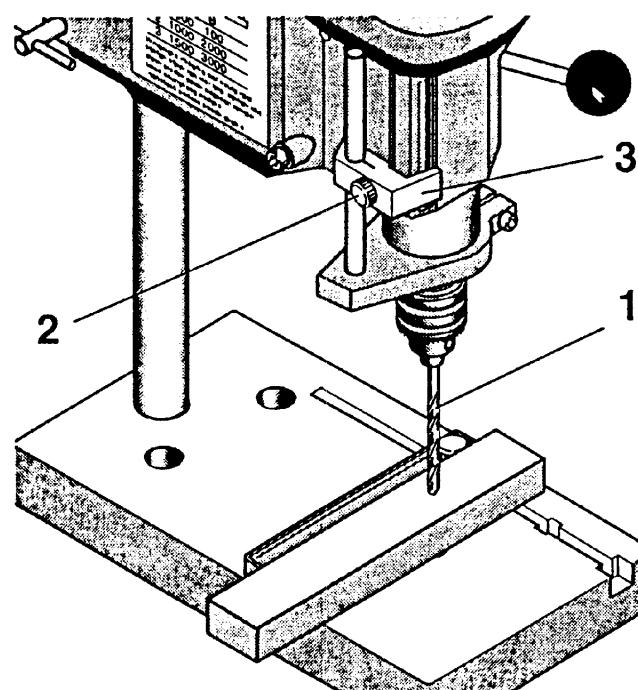

Fig. 11
1. Mit dem Bohrhebel die Pinole so weit absenken, bis der Bohrer 1 (Fig. 11) das Werkstück berührt.
2. Klemmschraube (2) lösen.
3. Skalenzeiger (3) auf gewünschte Bohrtiefe (max. 30 mm) einstellen und Klemmschraube wieder festziehen.
1. Use the drill feed lever to lower the quill until the drill 1 (Fig. 11) touches the work piece.
2. Loosen the clamping screw (2).
3. Adjust the scale pointer (3) to the required drilling depth (max. 30 mm) and retighten the clamping screw.
1. Abbassare il cannotto con la leva di avanzamento finché la punta 1 (fig. 11) tocca il pezzo.
2. Allentare la vite d'arresto (2).
3. Impostare l'indice della scala (3) sulla profondità di foratura desiderata (max. 30 mm) e serrare di nuovo la vite d'arresto.